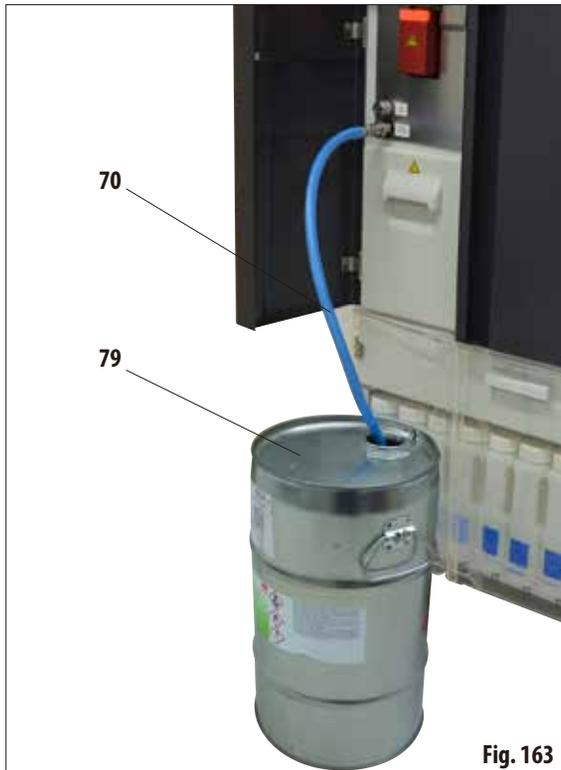

Fig. 163
- Conectar el tubo para efectuar un llenado/vaciado sin contacto (70) e introducirlo en la estación externa (79) (p. ej., un bidón) tal y como se muestra en la fig. 163.